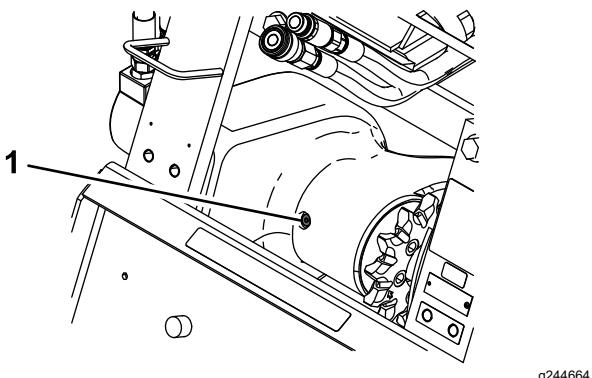

Figura 14
4. Pulite la zona attorno al tappo del foro di rifornimento sul lato del vano cuscinetti (Figura 14).
5. Rimuovete il tappo dal foro di riempimento (Figura 14).
3. Pulite la zona attorno al tappo del foro di rifornimento sul lato del vano cuscinetti (Figura 14).
4. Rimuovete il tappo dal foro di riempimento (Figura 14).